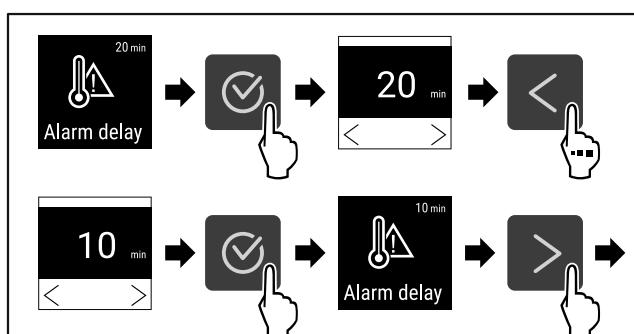

Fig. 128
- Følg anvisningene (se Fig. 128) .